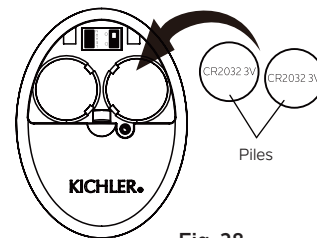

Fig. 28
**Étape 3.** Pour rendre le ventilateur opérationnel, installez deux piles 3V CR2032 (incluses). (Fig. 28)